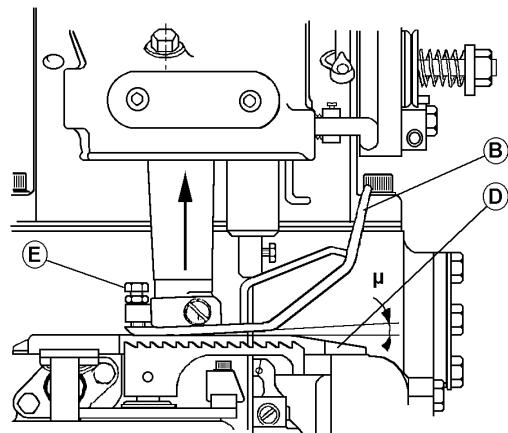

Fig: 10
### 14.1. Einstellung der Basis: Abb.10
Bei näherer Betrachtung der Abbildung 10 stellt man fest, dass die Basis (B) nicht ganz mit der Förderplatte (D) fluchten sollte, sondern an der vorderen Ecke der Basis eine schmale Öffnung ( $\mu$ ) sichtbar sein muss.